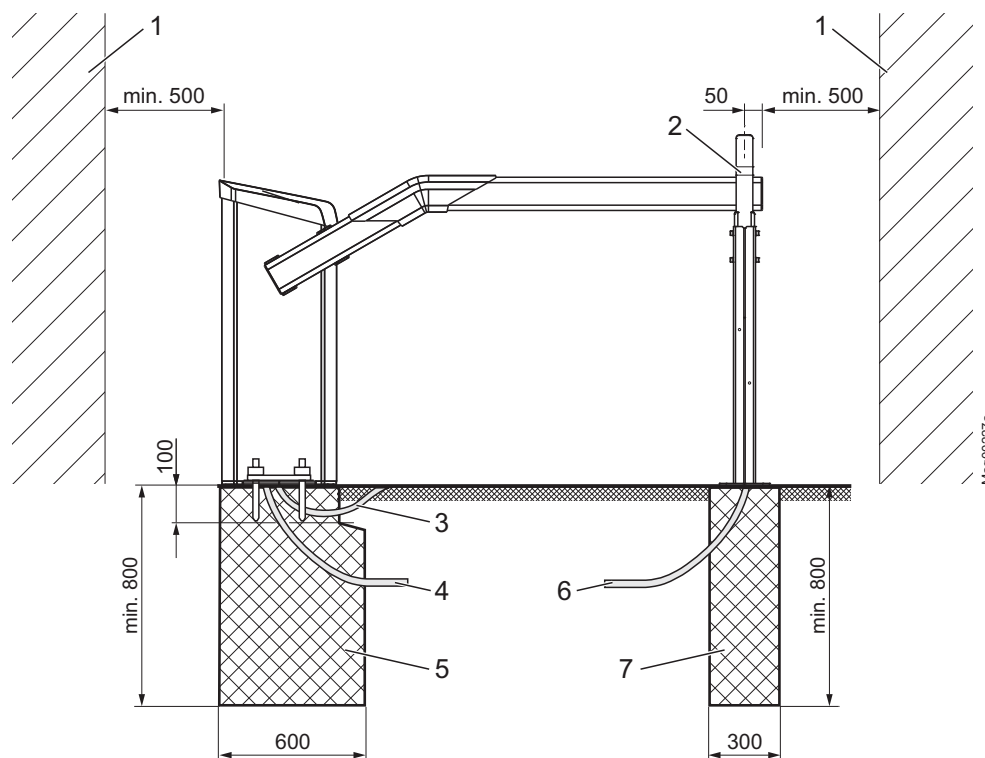
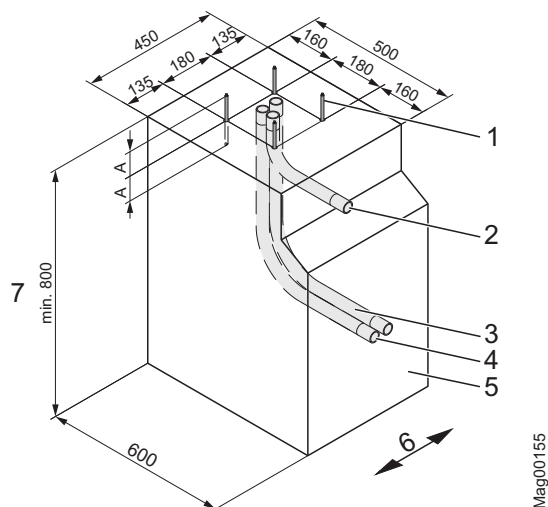
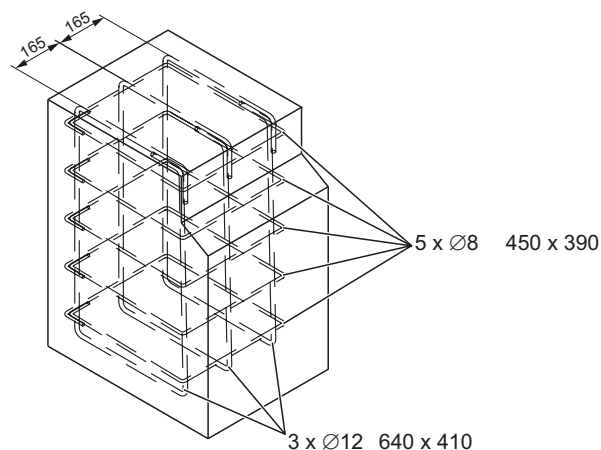

Abb. 15: Montage Schrankenanlage
Abb. 16: Fundamentplan
Abb. 17: Armierungsgeflecht
- Zwischen der Schrankenbaumspitze und anderen Objekten wie Wände, Mauern oder Häuser einen Sicherheitsabstand von mindestens 500 mm einhalten. → Siehe Seite 52, Abb. 15.
→ Siehe Seite 52, Abb. 15 bis Seite 54, Abb. 17.
→ Siehe Seite 54, Abb. 16.
1. Fundamentloch gemäß Abb. 15 und Abb. 16 ausheben.
2. Armierungsgeflecht gemäß Abb. 17 im Fundamentloch verlegen.
3. Leerrohre gemäß Abb. 16 im Fundamentloch verlegen.
5. Fundament mit Beton gemäß Abb. 16 ausbetonieren.
→ Siehe Seite 52, Abb. 15.
1. Fundamentloch gemäß Abb. 15 und Abb. 19 ausheben.